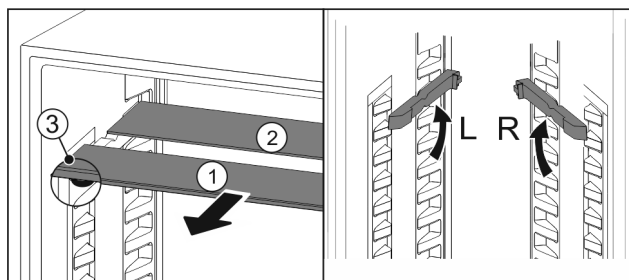

Fig. 90
- Skleněné desky jednotlivě vytáhněte dopředu Fig. 90 (1).
- Skleněná deska Fig. 90 (1) s ozdobnou lištou leží vpředu.
- Záračky Fig. 90 (3) směřují dolů.